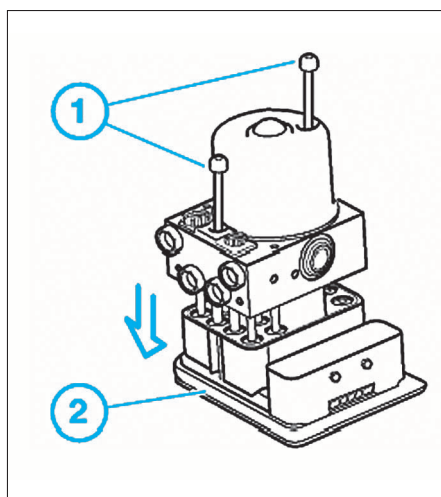

FIG. 33
- les 2 vis (1) (Fig.33) avec précaution.
- le calculateur (2).